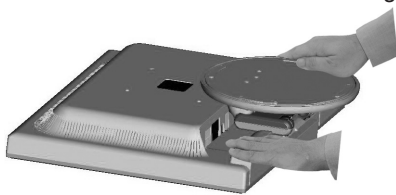

Abbildung 1
1. Legen Sie den Monitor mit der Vorderseite nach unten auf eine weiche Oberfläche (**Abbildung 1**).